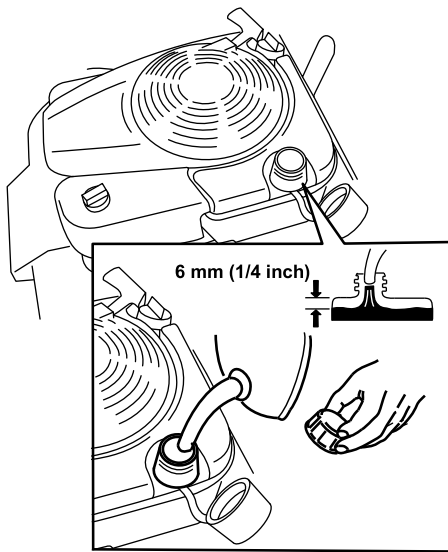

Figura 13
1. Limpie la zona alrededor del tapón del depósito de combustible y retire el tapón del depósito (Figura 13).
2. Llene el depósito, dejando un espacio libre de al menos 6 mm (1/4 pulg) entre la gasolina y la parte inferior del tubo para permitir la dilatación de la gasolina (Figura 13).